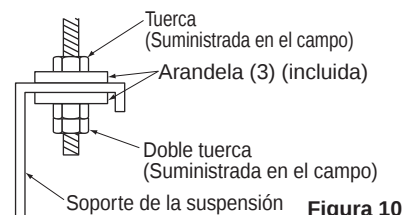

Figura 10
(1) Asegure los soportes de la suspensión a los pernos de sujeción. (Vea la Figura 10)